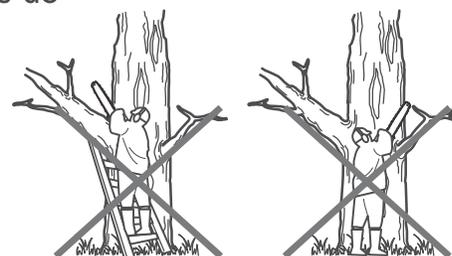

Fig. 29
8. Não utilize o produto com os braços totalmente estendidos nem tente cortar áreas de difícil alcance ou numa escada. Nunca utilize o produto acima da altura dos ombros (Fig. 29).